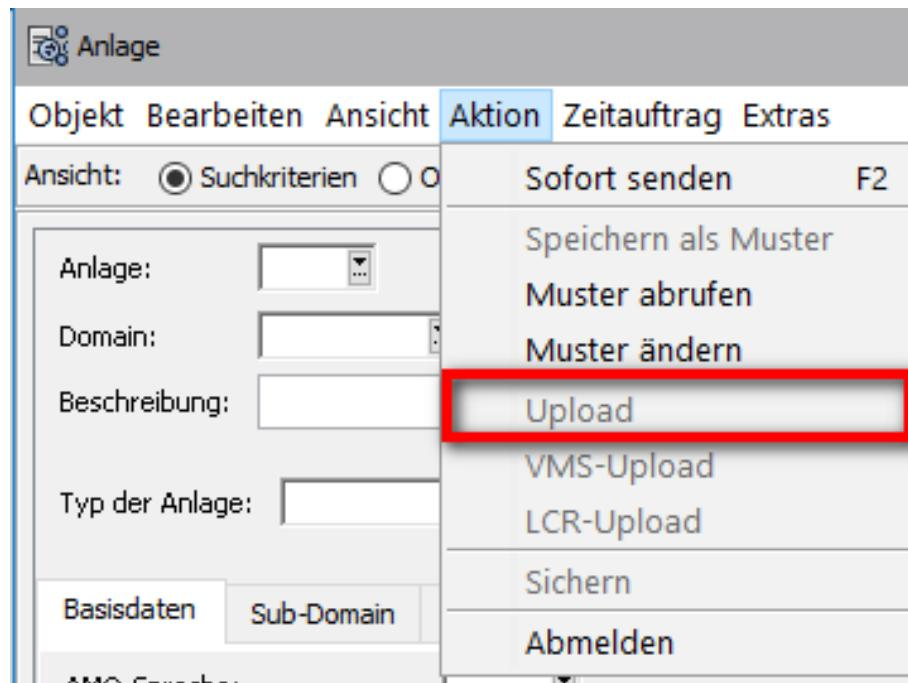

Figure 68: Das Menü "Aktion>im Dialogfenster "Anlage"
- a) Fall 1: Bisher wurde noch kein Upload durchgeführt Wenn bisher noch keine Upload-Vorgänge durchgeführt wurden (neues System), gestattet Configuration Management nur ein Upload All (siehe Bild 68). Bei einem Upload All handelt es sich um eine vollständige Synchronisierung der OpenScape 4000-Kundendatenbank. Ergebnis eines Upload All-Vorgangs ist die Duplizierung aller OpenScape 4000 Manager-bezogenen Kundendaten im OpenScape 4000 Manager-Server.